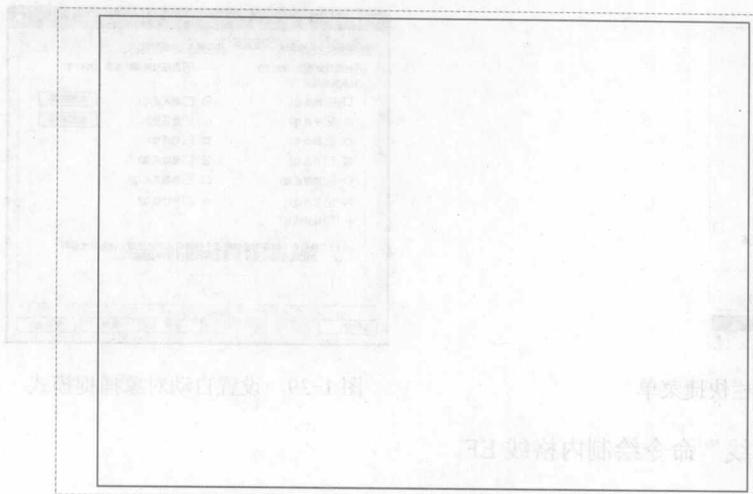

图 1-36 绘制图框
3) 单击“缩放”工具栏中的“全部缩放”  按钮，或在命令行中输入 `Z` 并回车，输入 `A` 并回车，将图框全部显示，如图 1-36 所示。